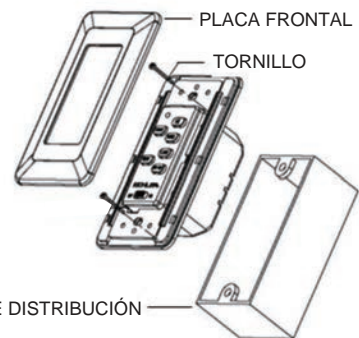

Fig. 19
**Paso 1.** Retire la placa de pared y el interruptor existentes de la caja de distribución eléctrica. (Fig. 19)